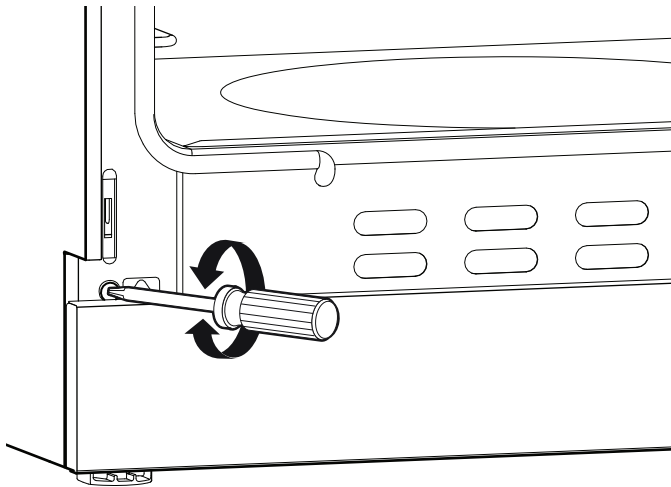

Figure 25 : Vis d'ajustement des charnières
- Vous pouvez ajuster l'inclinaison en vissant ou dévissant à l'aide d'un grand tournevis Torx T-20 la vis Torx de la charnière, située directement au-dessus de la fente de la charnière. Tournez la vis jusqu'à ce que la porte soit correctement alignée (*Figure 25*).